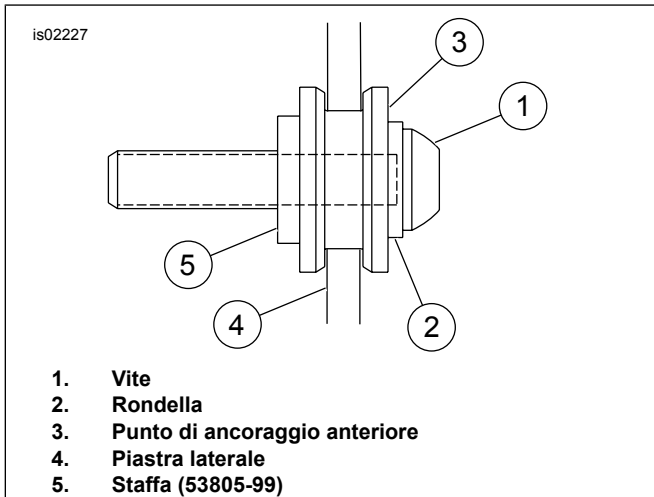

Figura 3. Piastra laterale e punto di ancoraggio anteriore completamente inseriti
2. Vedere Figura 3. Stando dietro alla motocicletta, collocare le scanalature dello schienale anteriore nei punti di ancoraggio anteriori. Accertarsi che le scanalature siano ben inserite nei punti di ancoraggio anteriori.